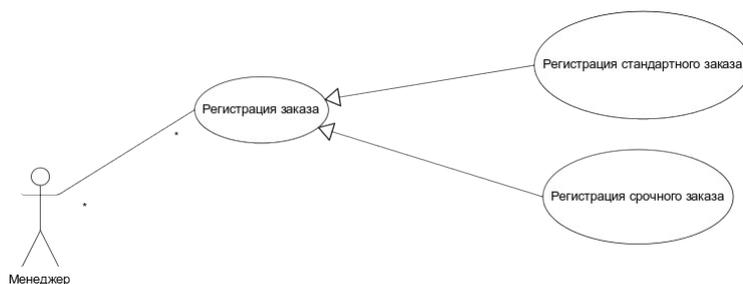

Рис. 2. Обобщение вариантов использования регистрации заказа.
1. Варианты использования «Регистрация заказа» и «Регистрация срочного заказа» не содержат принципиальных отличий, поэтому было принято решение ввести новый вариант использования «Регистрация стандартного заказа», оставить прецедент «Регистрация заказа», как основной, обобщающий вновь введённый прецедент и прецедент «Регистрация срочного заказа» (см. рис. 2).